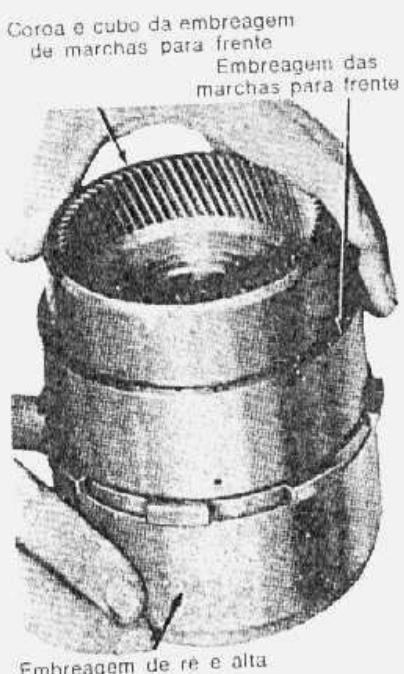

fig. 102 — instalação do cubo e coroa da embreagem de marchas para frente
25. Instalar, na embreagem de marchas para frente, o cubo e coroa fazendo girar as unidades para engrenar os discos da embreagem das marchas para frente com as estriadas do cubo (fig. 102).